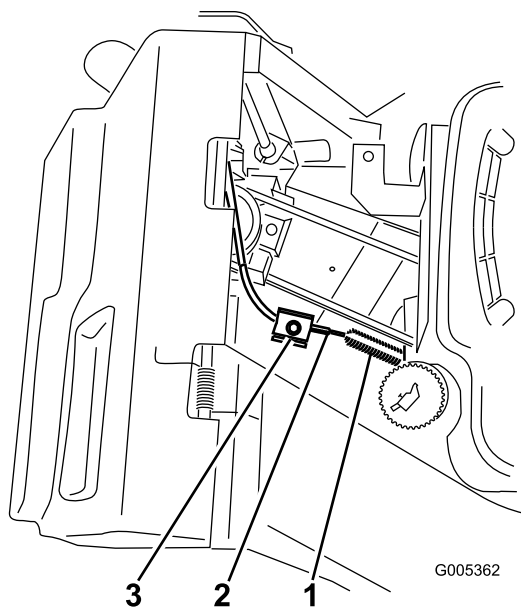

Figura 32
5. Allentate la vite del morsetto finché la guaina del cavo del freno non scorre (Figura 32).